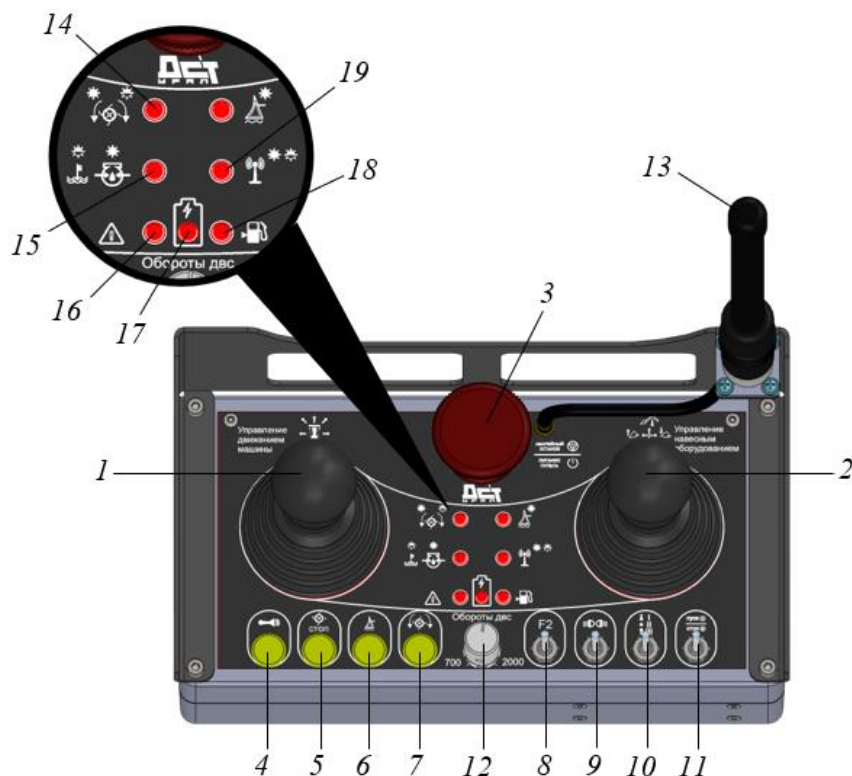

Рисунок 3.21. Пульт дистанционного управления
- ▶ Включить пульт дистанционного управления, отжав кнопку 3. При этом должен загореться светодиод 19, связь с машиной установлена (рис. 3.21).
Во избежание отказа ПДУ ЗАПРЕЩЕНО включать пульт при неустановленной антенне поз. 13, рис. 3.21.
Если, по какой-то причине связь с машиной будет потеряна или оператор нажал на грибковый выключатель поз. 3 (рис. 3.21), машина остановится, обороты ДВС уменьшатся до минимальных холостых.
- На пульте дистанционного управления перевести тумблер поз. 8 в положение вперед («Аварийное управление»), рис. 3.21. Активируется аварийный режим управления машиной и загорится светодиод 14. Тумблером 11 произвести пуск двигателя, машиной можно управлять.